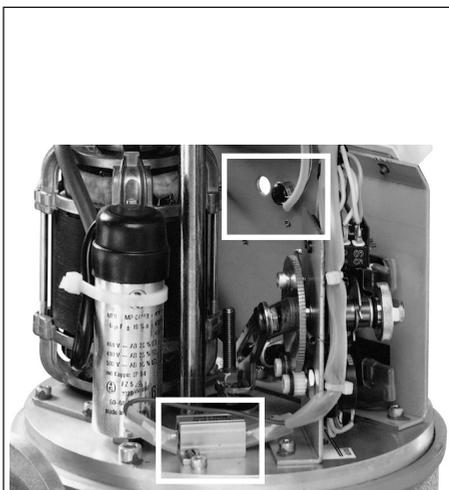

Bild 5-4: Heizwiderstand (unten), Thermo-schalter (oben)
2. Heizwiderstand an der dafür vorgesehenen Position (vgl. Bild 5-4) mit den beiden mitgelieferten selbstschneidenden Schrauben befestigen.